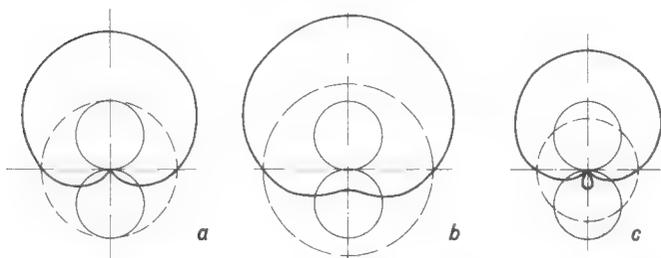

Bild 4. Richtkennlinien; — — — Kardioide, — — — Peilerspannung, — — — Hilfsspannung.
nung abgibt, wenn die Rahmenebene in die Ausbreitungsrichtung der Welle (Vektor Φ) gedreht wird, da dann der Winkel zwischen Ausbreitungsrichtung und Rahmenebene, α in Gleichung (12), gleich 0 wird (also $\cos \alpha = 1$). Dreht man den Rahmen jetzt aus dieser Maximumstellung um 360° , so folgt die induzierte Spannung einer \cos -Funktion; in Polarkoordinaten dargestellt, ergibt sich also als Empfangscharakteristik des Drehrahmens ein Doppelkreis. Führt man diese Spannung einem Empfänger zu, so ergeben sich bei der Drehung um 360° zwei Maxima und zwei Minima. Wie der Doppelkreis in *Bild 4* sofort erkennen läßt, sind die beiden Maxima sehr flach, die beiden Minima dagegen sehr scharf ausgeprägt. Es ist daher bei diesem Peilverfahren üblich, die Minimumstellung des Rahmens zur Peilung auszunutzen. Die Ausbreitungsrichtung der Welle erscheint dann um 90° versetzt, was sinngemäß bei der Skaleneichung berücksichtigt werden kann.
Durch entsprechende Bemessung der Kopplung läßt sich erreichen, daß der Betrag der Hilfsantennen-Rundspannung dem Betrag der maximalen Rahmenspannung entspricht. In *Bild 4* läßt sich dann die Hilfsantennenspannung als Kreis um die Rahmencharakteristik einzeichnen, und als Resultat ergibt sich die sogenannte „Kardioide“, deren Minimum, wie aus *Bild 4a* ersichtlich, gegenüber den Rahmenminima um 90° versetzt ist. Bei zu großer Hilfsantennenspannung entsteht die „Überkardioide“, bei zu kleiner die „Unterkardioide“, die beide keine saubere Minimeinstellung ermöglichen (*4b und 4c*).